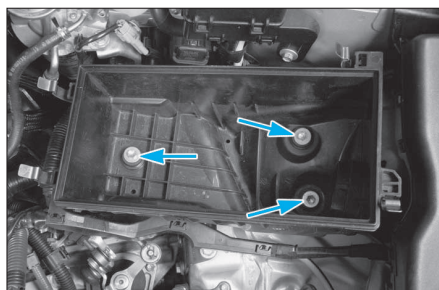

FIG. 42
- le boîtier de filtre à air (3 vis) (fig. 42).